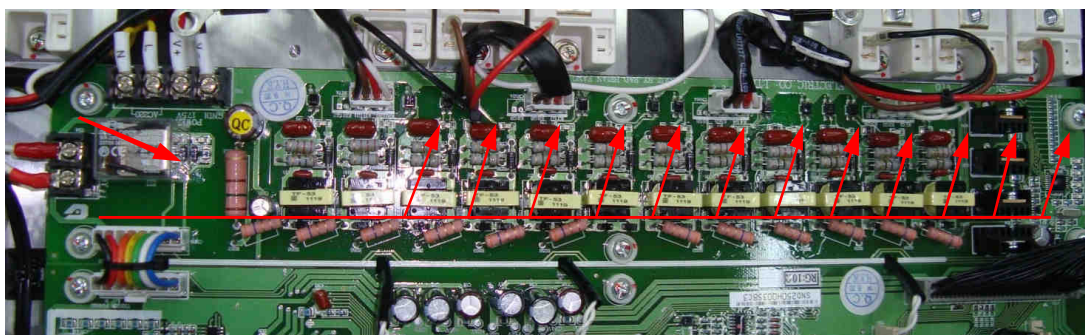

Рис. 4.12.
4.9.2. Подать напряжения ~220 В и =540 В на плату драйверов. Проконтролировать свечение дисплея на пульте управления с надписью «Опорная частота XX.X Гц» и в всех контрольных светодиодах (по 12 шт.) на плате управления тиристорами (рис. 4.12).
4.9.4. Подключить мультиметр в режиме измерения сопротивления к клеммам колодки ТВ4 платы управления тиристорами (рис. 4.12): показания прибора должны соответствовать обрыву цепи.